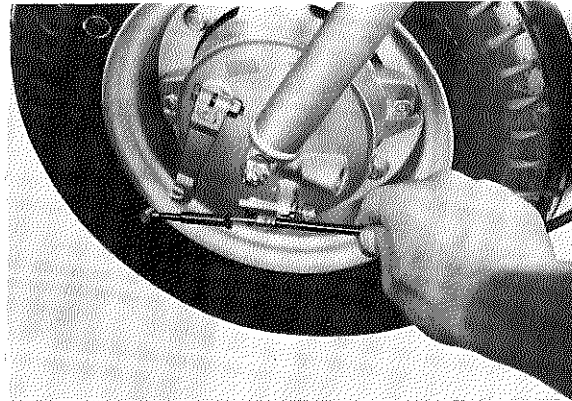

Fig. 5-1-1
1. Disconnect the brake cable at the front wheel backing plate. (Fig. 5-1-1)
1. Déconnecter le câble de frein avant au plateau porte-segments (Fig. 5-1-1).
1. Bremsseil an der vorderen Nabenscheibe lösen. (Fig. 5-1-1)